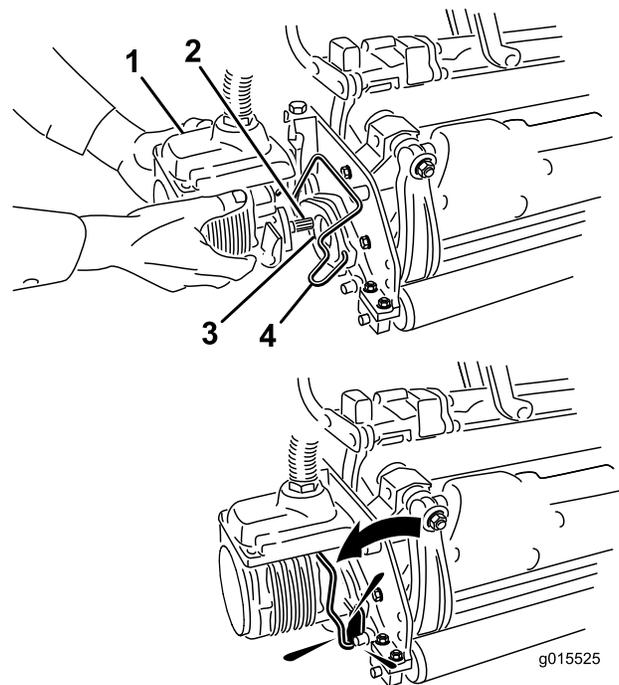

図 14
11. カッティングユニット用モータのスプラインシャフトにきれいなグリスを塗りつける図 14。
12. モータを、カッティングユニットの左側運転席から見てに取り付け、カッティングユニットについているモータ固定バーを、モータの上から被せるようにセットし、モータの左右から「カチッ」というロック音が聞こえるまで押し下げる図 14。